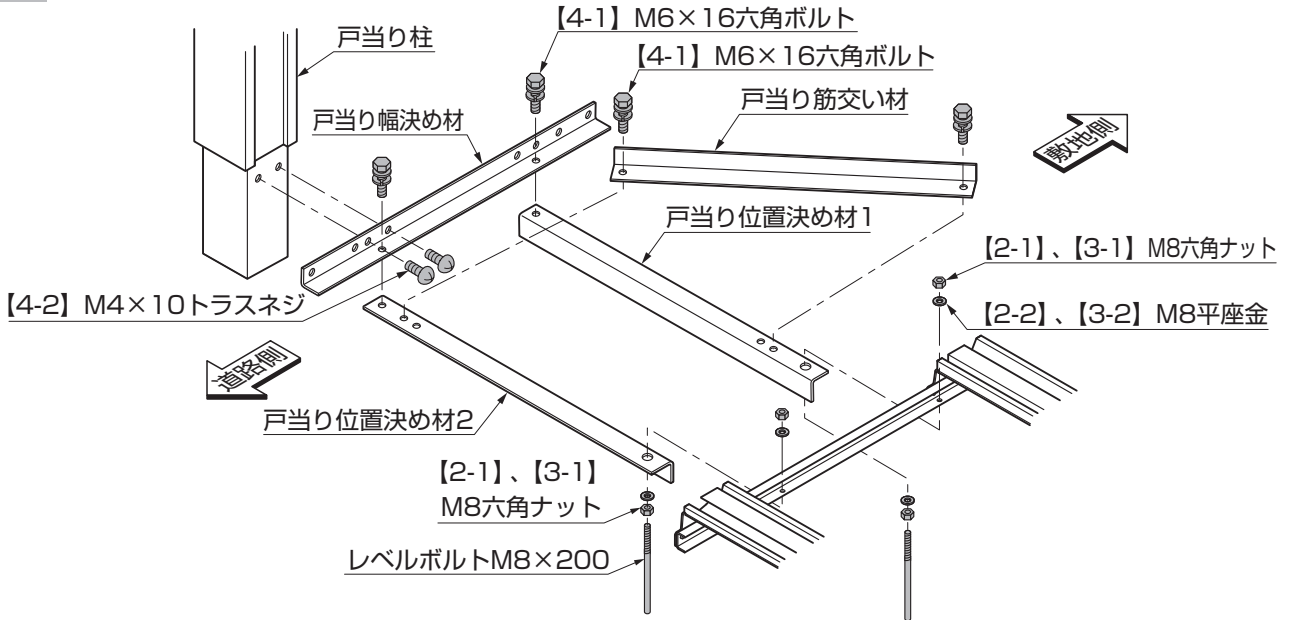

図4-1 右引き仕様
- ①片引き仕様のレール戸当り端部にレベルボルト、【2-1】(【3-1】)、【2-2】(【3-2】)で戸当り位置決め材1、戸当り位置決め材2を取付けてください。(図4-1参照)
- ②戸当り筋交い材を図4-2、図4-3を参照して戸当り位置決め材に【4-1】で取付けてください。(図4-1参照)
- ③図4-4を参照して、戸当り幅決め材を戸当り位置決め材に【4-1】で取付けてください。(図4-1参照)
- ④戸当り柱を図4-4を参照して、戸当り幅決め材に【4-2】で取付けてください。(図4-1参照)